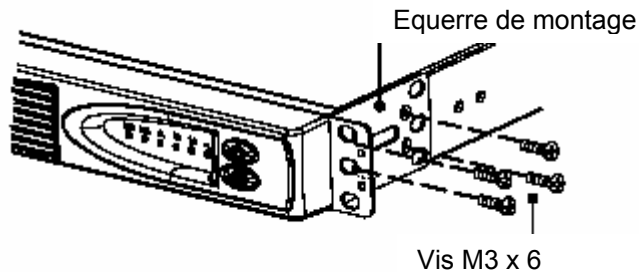

Figure 2 – Installation des équerres
2. De chaque côté de l'ASI, fixez la partie longue d'une équerre en utilisant 4 vis M3 x 6 fournies (voir figure 2).